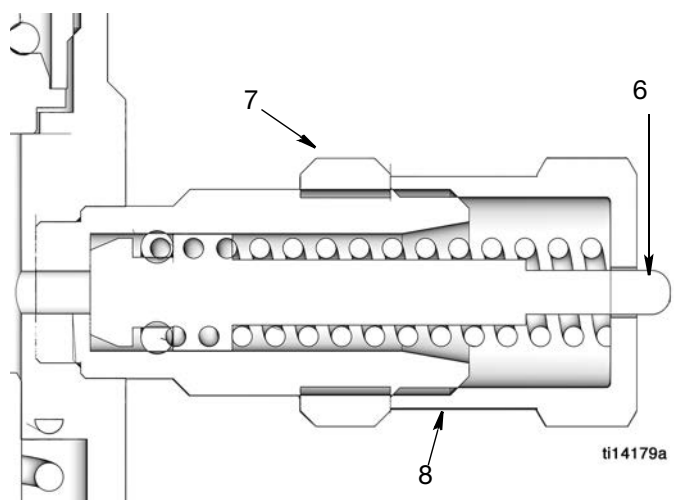

FIG. 1
Los números de referencia corresponden a las piezas (FIG. 1 y página 4).
<p>Para evitar fallos de componentes, la tuerca de ajuste (8) no debe sobresalir más allá de la posición de retracción total del pistón (6). Consulte la FIG. 1.</p>